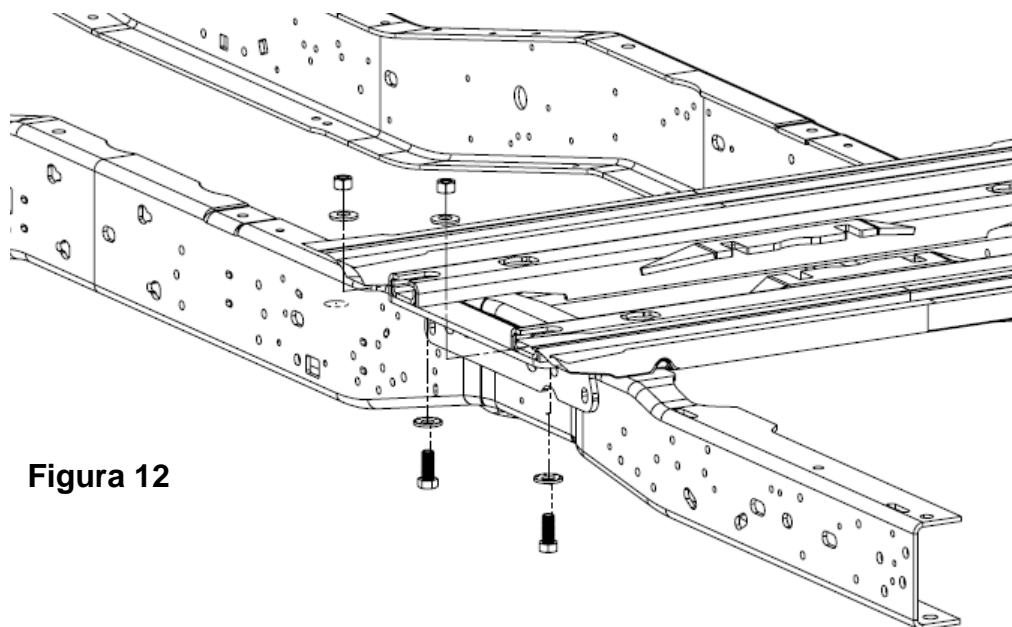

Figura 12
17. Sin apretar instale los soportes del bastidor (#2 y 3) (Figura 1) a los largueros del kit de montaje, usando pernos de 5/8" X 1 3/4" (#10) (Figura 1) de largo y arandelas cónicas (#11) (Figura 1) (debajo del soporte), arandelas cónicas (#11) (larguero interior), y tuerca de 5/8" (larguero interior) (#9) (Figura 12). Apriete a mano todos los pernos del kit de montaje.